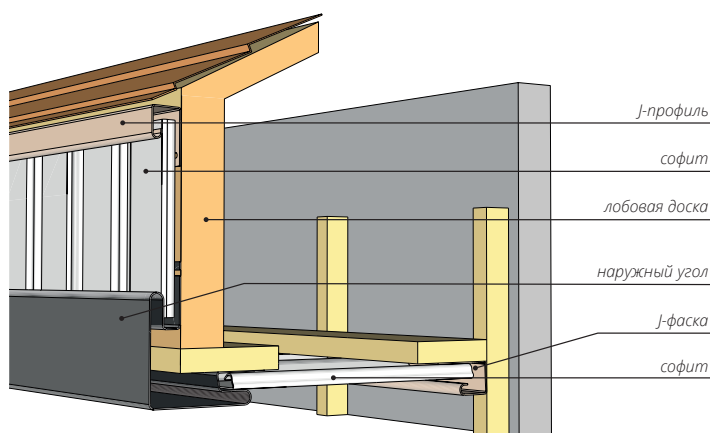

Рисунок 88
20.2 Монтаж с помощью наружного угла. Если ширина J-фаски (ветровой доски) недостаточна для закрытия лобовой доски, монтаж осуществляется следующим образом: вдоль верхнего края лобовой доски устанавливается J-профиль; наружный угол устанавливается в соответствии с рис. 88; J-профиль примыкающий к стене, монтируется аналогично схеме монтажа с использованием J-фаски. Софит нарезается на отрезки нужной ширины и устанавливается в пазы J-профиля и наружного угла.